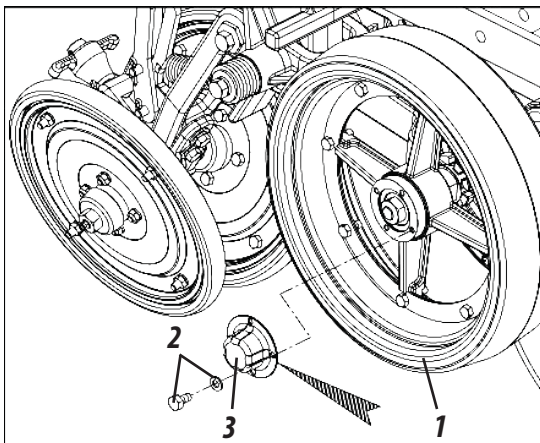

Figura 62
### LUBRICAR CADA 200 HORAS DE TRABAJO (FIGURA 62)
- 1- En las ruedas compactadoras (1) suelte los tornillos y arandelas (2), retire la taza (3) e introduzca grasa nueva.
- 2- Recoloque la taza (3) en las ruedas compactadoras (1) y fíjela con los tornillos y arandelas (2), **conforme muestra la figura 62.**